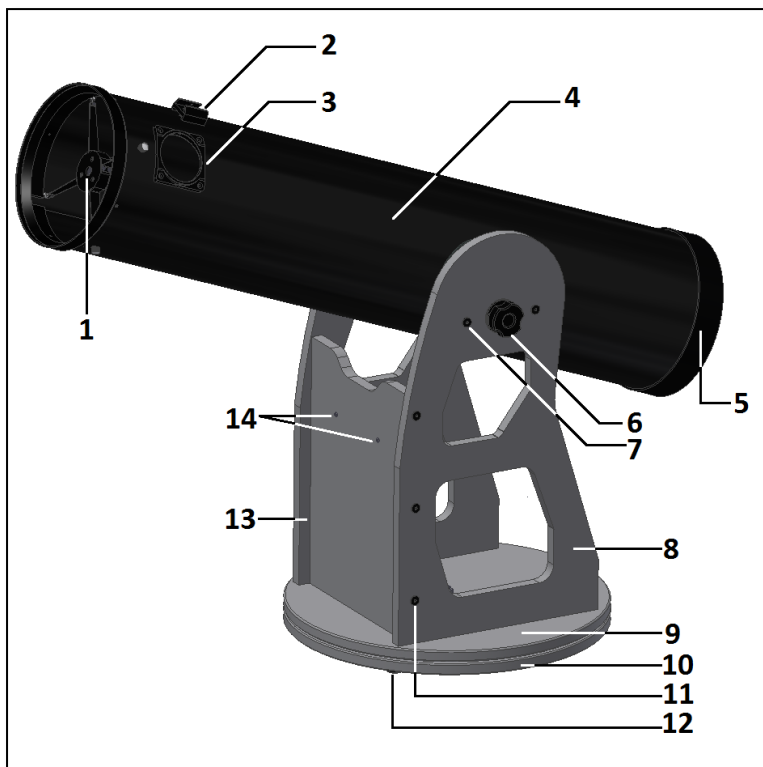
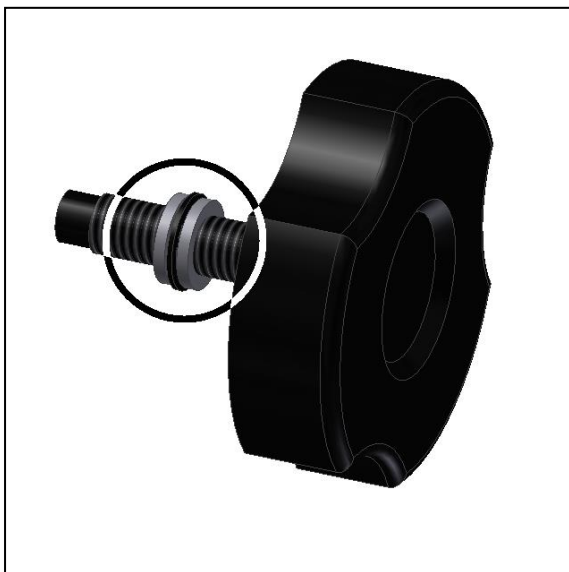

Abb. 1. Beschreibung der Teile
Figure 13.
**2. Jetzt geht es los.** Das Teleskop wird in zwei Kartons mit den Kennzeichnungen OTA 1/2 und Basis 2/2 geliefert. Die Kartons enthalten den optischen Tubus bzw. die Rockerbox für das Dobson. Öffnen Sie zuerst den kleineren flachen Karton (sollte mit Base 2/2 markiert sein). Entnehmen Sie die Holzplatten, die Werkzeuge und das Zubehör. Legen Sie diese Teile auf eine flache und weiche Unterlage (wir empfehlen Teppichboden, um Kratzer zu vermeiden). **3. Zusammenbau** Bauen Sie zuerst die Seitenteile und die Frontplatte zusammen. Verwenden Sie den mitgelieferten Inbusschlüssel und die Senkkopfschrauben mit Spitze #11 (siehe Abb. 2.) Vergewissern Sie sich, dass die beiden Bohrungen für den Okularträger nach außen zeigen (die zwei weißen Pfeile, siehe Abb. 1). Dies ist wichtig, denn der Okularträger (nicht im Lieferumfang enthalten) kann an diesen beiden Bohrungen befestigt werden. Beginnen Sie mit einem der Seitenteile und fahren Sie dann mit dem zweiten Seitenteil fort. Darauf achten, dass die Frontplatte mit der Aussparung nach oben montiert wird, siehe Abb. 1. Nun die obere Grundplatte auflegen, siehe Abb. 3. Sie benötigen nun 6 weitere Senkkopfschrauben, wie die bereits vorher verwendeten. Die Bohrungen in der oberen Grundplatte verfügen über Plansenkungen für die Schraubenköpfe. Die Fläche mit diesen Plansenkungen muss nach außen zeigen. Den mitgelieferten Inbusschlüssel verwenden, siehe Abb. 4. Die Schrauben der bis hierhin montierten Seitenteile sowie der oberen Grundplatte festziehen. Nun die untere Grundplatte auflegen, siehe Abb. 6. Mitgelieferte Schraube, Mutter und Scheiben, sowie die mittlere Welle montieren, siehe Abb. 7. Eine korrekte Positionierung ist sehr wichtig. Führen Sie zuerst das Aluminiumrohr ein (Welle – Teil 4, Abb. 7) - Fortsetzung des Textes auf Seite 5.
Diese Welle richtet beide Grundplatten zueinander aus. Die Schraube (Teil 1, Abb. 7) einführen und hierbei die beiden Unterlegscheiben (Teil 2 und 4, Abb. 7) zwischen Schraube und Platte nicht vergessen. Auf der Gegenseite Scheibe mit Mutter montieren. Mit dem mitgelieferten Maulschlüssel (oben rechts, Abb. 7) festziehen. Hierbei die Schraube mit einem Schraubenschlüssel kontern (um ein Drehen zu verhindern) und die Mutter mit dem anderen Schlüssel anziehen. Vergewissern Sie sich, dass sich die Platten nach dieser Prozedur weiterhin frei drehen lassen, aber gegeneinander nicht wackeln. Die zusammengebaute Rockerbox auf die GummifüÙe stellen. Nun die schwarzen Metalllagerzylinder montieren. Diese dienen der Lagerung des optischen Tubus oben auf der Rockerbox des Dobson. Verwenden Sie die 4 Senkschrauben #7, siehe Abb. 9. Verwenden Sie hierzu den mitgelieferten Inbusschlüssel. Achten Sie darauf, dass die Lagerzylinder in das jeweils richtige Seitenteil eingebaut werden. Die zylinderförmigen Teile gehören zu dem rechten Seitenteil, wogegen die T-förmigen Teile (Abb. 11) in das linke Seitenteil eingebaut werden. Nun bitte alle 4 Senkkopfschrauben fest anziehen. Den Tubus in die Rockerbox einsetzen (Abb. 12). Der Tubus sollte sich jetzt frei neigen lassen. **4. Was ist das Gewichtsausgleichssystem und wie wird es verwendet?** Das Ausgleichssystem wird nur dann benötigt, wenn sich der optische Tubus nicht im Gleichgewicht befindet – sich entweder nach vorne oder hinten neigt - und zusätzliche Reibung erforderlich ist. Durch den Einsatz eines schwereren Okulars kann sich das Teleskoprohr nach vorne neigen. Auf der Oberfläche des linken Seitenteils befindet sich auch eine schwarze Metallscheibe (#6 - Abb. 1). Diese Scheibe ist Teil des Gewichtsausgleichssystems des Teleskops. Das Ausgleichssystem beinhaltet die Metallscheibe und den mitgelieferten Handknopf (Abb. 13). Den Knopf gegen die Scheibe #1 – Abb. 10 – schrauben. Bitte darauf achten, dass die Unterlegscheiben vorhanden sind (Abb. 13). Weiter beidrehen, bis die Kunststoffspitze das seitliche Lager des Teleskops berührt (Abb. 14). Die Kunststoffspitze prüfen, siehe Abb. 14. Die Kunststoffspitze des Knopfes sollte das seitliche Kunststofflager des Teleskops berühren. Die Kunststoffspitze sollte sich im Einstich des Teleskoplagers befinden, siehe Abb. 14 - unten. Das linke Seitenteil des Teleskops wurde bereits früher eingestellt, jedoch kann eine weitere Einstellung erforderlich sein. **4.1. Wie wird die Reibung eingestellt?** Die beiden Kreuzschlitzschrauben zur Befestigung der Scheibe lösen (nicht herausrauben) – Abb. 15. Hierzu den mitgelieferten Schraubenzieher verwenden. Die Scheibe kann nun nach oben oder unten verstellt werden, so dass die Spitze des Knopfes genau positioniert werden kann, siehe Abb. 14.
Das Sucherfernrohr wird von einer münzenförmigen Batterie CR2032 (im Lieferumfang enthalten) mit Strom versorgt. Ein Kunststoffstreifen zwischen Batterie und Batteriekontakt schützt die Batterie. Halten Sie das Sucherfernrohr mit einer Hand und ziehen Sie kräftig an der Kunststoffflasche, um den Kunststoffstreifen zu entfernen (Abb. 2). Der Kunststoffstreifen muss komplett entfernt und entsorgt werden. Stromversorgung einschalten, dafür das Potentiometer in Stellung EIN drehen, siehe Abb. 3 (hörbares Klick-Geräusch beim Einschalten), drehen Sie das Potentiometer weiter auf maximale Leistung. Nach dem Einschalten leuchtet der rote Punkt am Rot-Punkt-Gehäuse (#1 - Abb. 1, Abb. 4 und Abb. 5). Ein kleiner roter Punkt wird in das optische Fenster projiziert (#3 – Abb. 1). Bei korrekter Ausrichtung zum Teleskop ermöglicht dieser rote Punkt ein exaktes Anvisieren des Objekts. Zur präzisen Ausrichtung des Sucherfernrohrs zum Teleskop müssen beide Einstellknöpfe für Höheneinstellung und Azimuth (#8 und #4 Abb. 1) verstellt werden (Abb. 6 und Abb. 7) - eine detaillierte Anleitung zum Einstellen finden Sie auf Seite 3. Zum Ausschalten des Sucherfernrohrs einfach das Potentiometer entgegen dem Uhrzeigersinn drehen, bis Sie ein Klick-Geräusch hören - der rote Punkt wird schwächer, bis er ganz erlischt (Abb. 8). Den Halter für das Sucherfernrohr in den Sucherschuh einsetzen. Zum Ausrichten des Sucherfernrohrs ein Okular mit geringer Vergrößerung einsetzen.